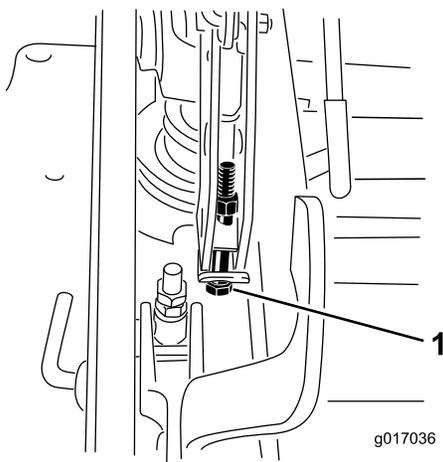

**Figura 92**
- 12. Per agire sull'impianto di regolazione da un punto unico, allentate i due bulloni alla base della piastra dell'altezza di taglio. Vedere Figura 92.
14. Serrate i due bulloni alla base della piastra dell'altezza di taglio (Figura 92). Serrate a 37-45 Nm.